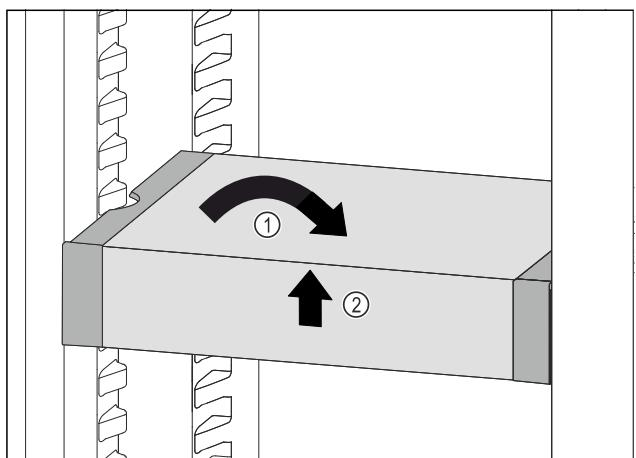

Fig. 79
- Вирівняти VarioSafe. Fig. 79 (1)
- Підняти VarioSafe спереду. Fig. 79 (2)